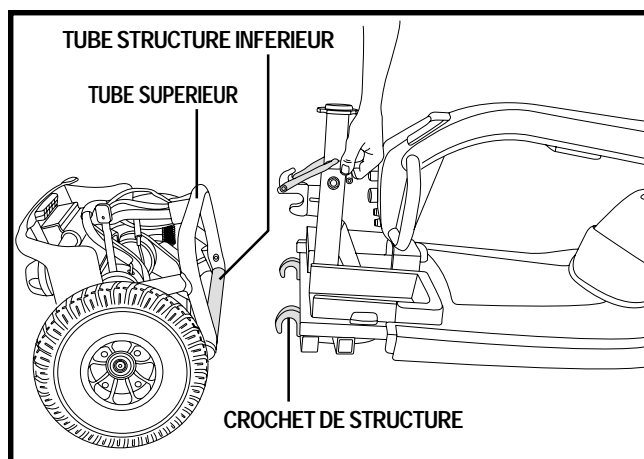

Figure 24. Séparation des sections
1. Positionnez les sections de votre scooter tel qu'illustré à la figure 24.
2. Soulevez la section avant à l'aide du levier de détente tout en alignant les crochets avec le tube de structure de la section arrière. Voir la figure 24.